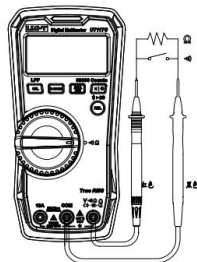

Figura 6
- 4) În poziția ACV, apăsați lung SEL pentru a activa funcția LPF. Semnalul sinusoidal compozit generat de inverter sau motor cu frecvență variabilă poate fi măsurat prin funcția LPF, așa cum se arată în Figura 6 de mai jos. Apăsați lung SELECT din nou pentru a ieși din funcția LPF.
**4. Măsurarea continuității (Figura 6)**
**5. Măsurarea rezistenței (Figura 6)**